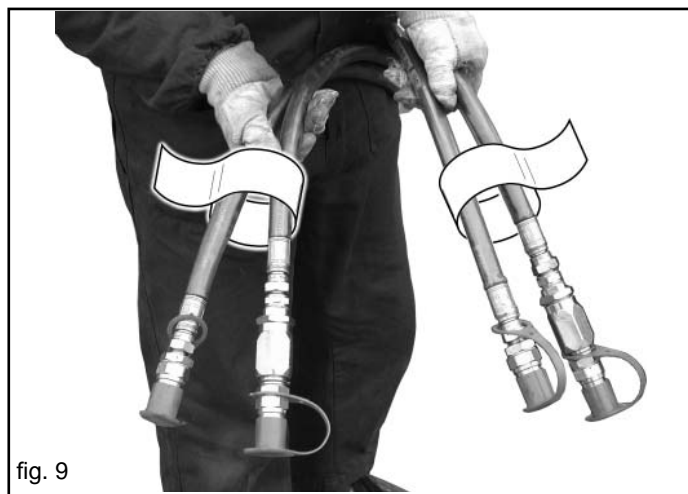

fig. 9
- 5) Raccorder correctement les tuyaux oléohydrauliques aux distributeurs du tracteur, en suivant l'indication figurant sur chaque tuyau (Fig. 9).